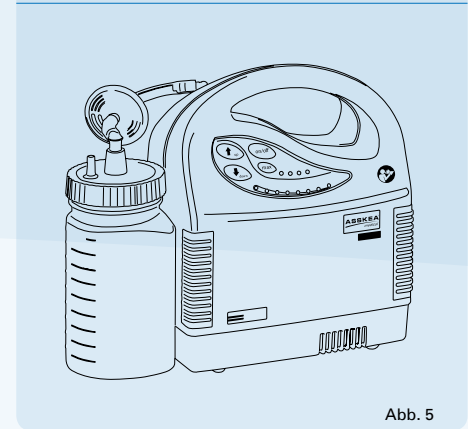

Abb. 5
b) digital (M20D, M30D-Abb. 5)